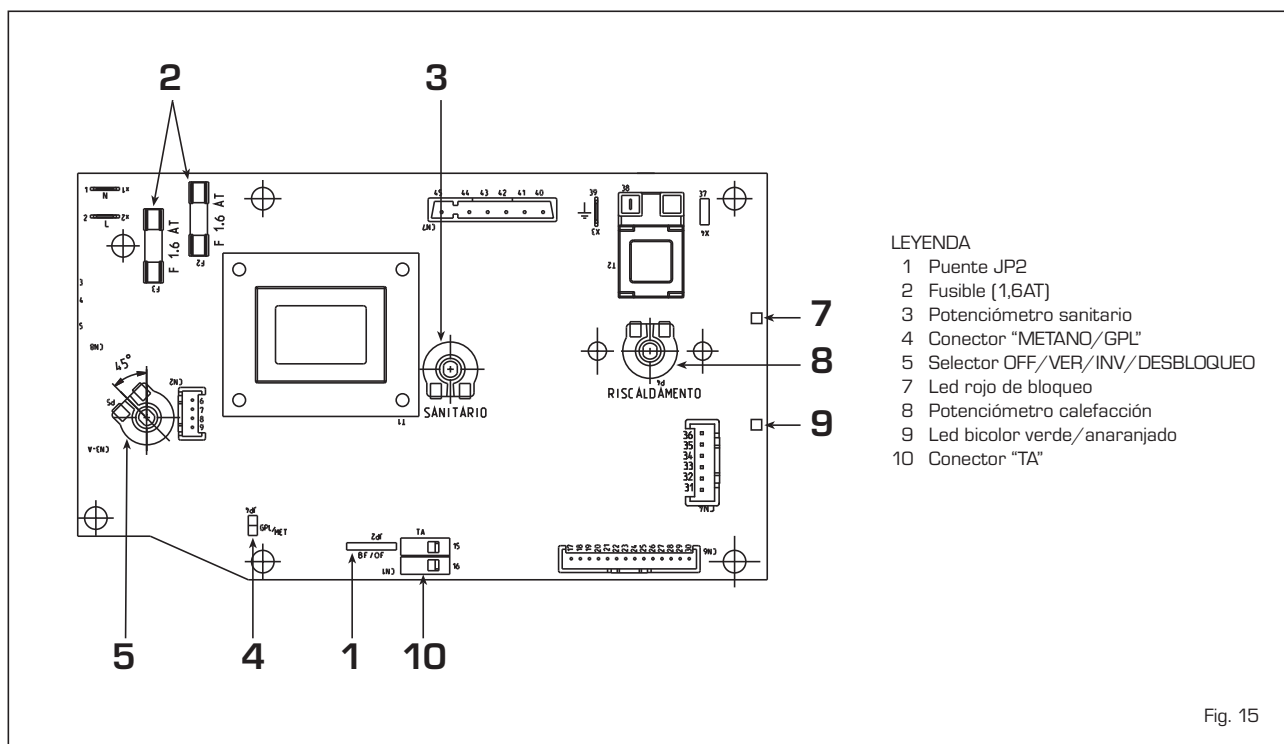

Fig. 15
La ficha electrónica presenta los dispositivos siguientes (fig. 15):
- Desmontar el colector quemadores (3).
- Substituir los inyectores principales (6) y la arandela de cobre (4) suministrados en el kit; para efectuar esta operación, utilizar una llave fija ø 7.
- Desplazar el puente del conector "METANO/GPL" de la ficha en la posición correspondiente al gas utilizado (4 fig. 15).